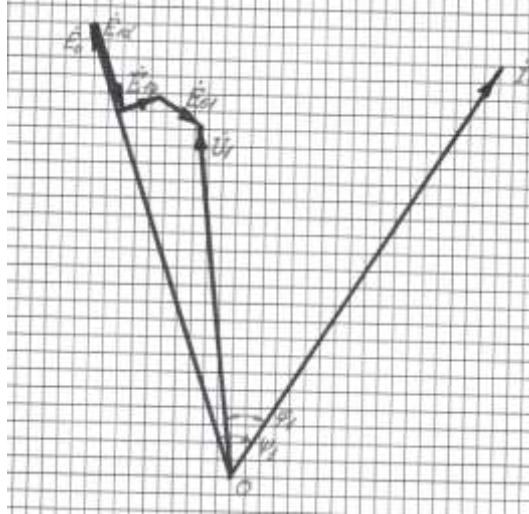

Рисунок 32. Векторная диаграмма синхронного генератора
- 6) Строим векторную диаграмму (рис.32):